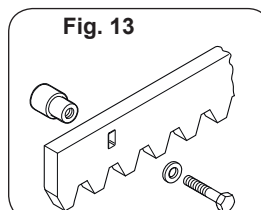

Fig. 13
4.4.1 CREMALHEIRA DE AÇO A SER SOLDADA (FIG. 13)